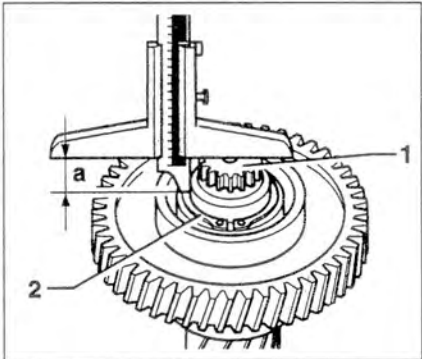

Рис. 5.82. Определите расстояние «а» от края промежуточного вала 1 к стопорному кольцу 2.
1. Определите расстояние «а» от края промежуточного вала 1 к стопорному кольцу 2 (рис. 5.82).